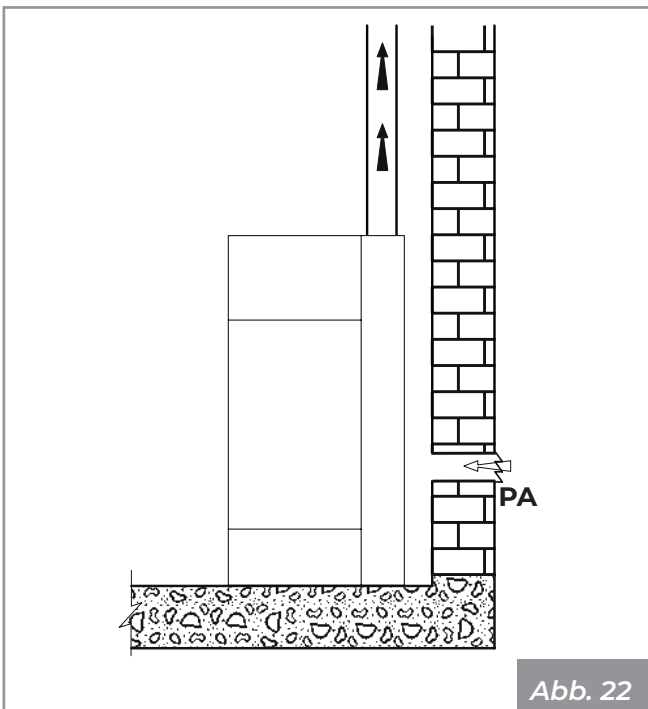
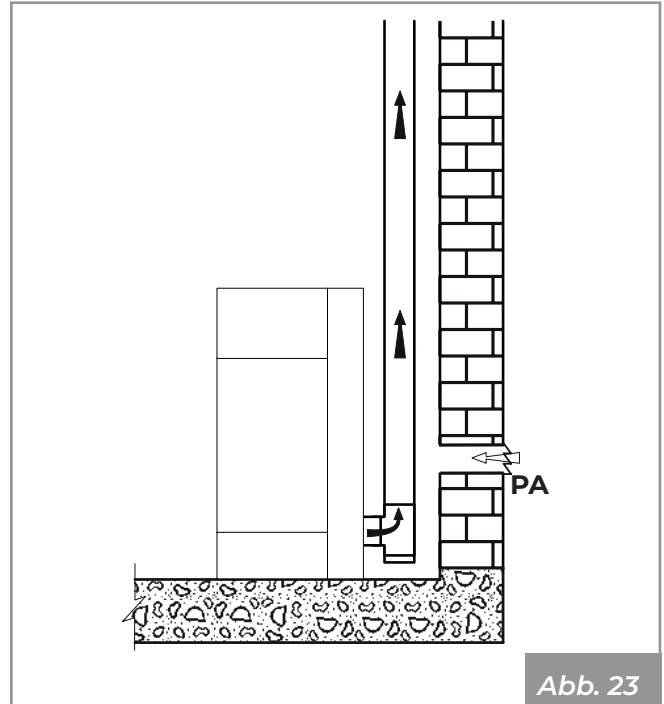

Abb. 22
Abb. 23
- aus der Installationsumgebung oder aus geeigneten Nebenräumen kommen (**Abb. 22 - Abb. 23**)
Den Lufteinlass an der Wand vornehmen (**Abb. 22 und Abb. 23 - PA = Lufteinlass**), und lassen Sie das Gerät frei, um Luft in den Raum anzusaugen. Achten Sie darauf, das Wellrohr an das Lufteinlassrohr, falls vorhanden, anzuschließen, befestigen Sie es mit der Schelle und biegen Sie es leicht nach unten, um mögliche Resonanzeffekte zu vermeiden.